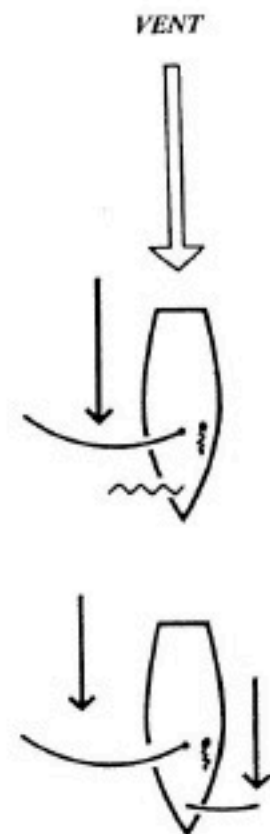

Fig.6 - Vent arrière foc en ciseaux
d) Le vent arrière (Fig.6)
Cas particulier du vent arrière (Fig. 6)